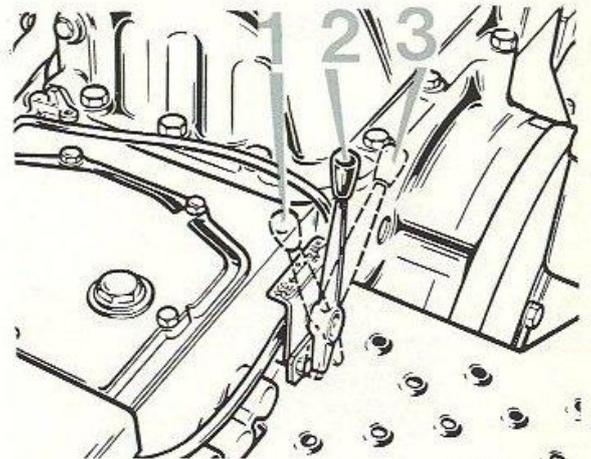

FIG. 18
NOTA : Lorsque la prise de mouvement n'est pas utilisée, laisser la poignée en position embrayée (2), le levier de crabotage étant bien entendu au point mort (voir fig. 18).